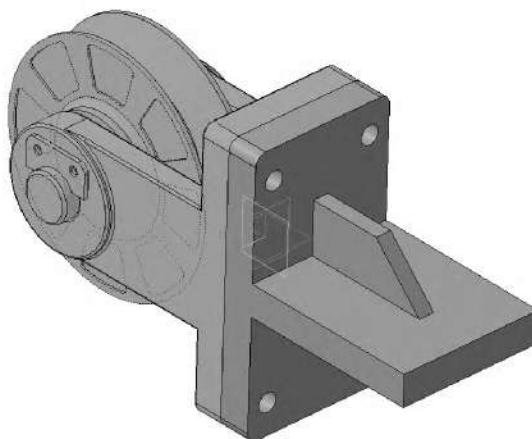

Рисунок 3.58. Результат построения ребра жесткости
3.3.10 Нажмите кнопку Создать объект  (рисунок 3.58).